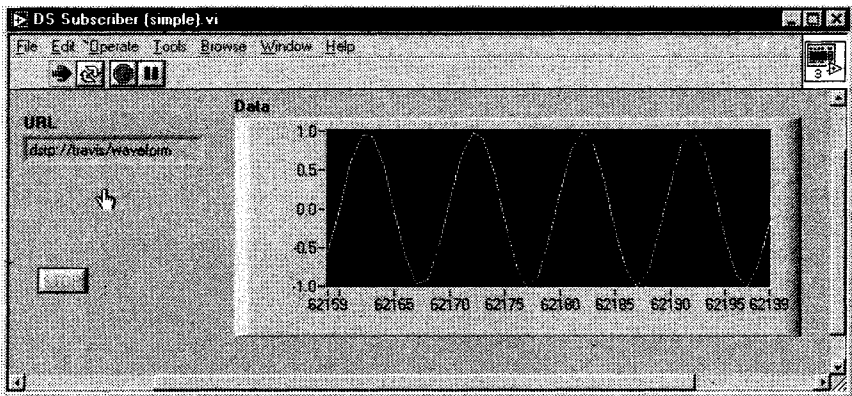

Рис. 14.17
1. Для создания источника данных постройте ВП, как показано на рис. 14.17–14.19.